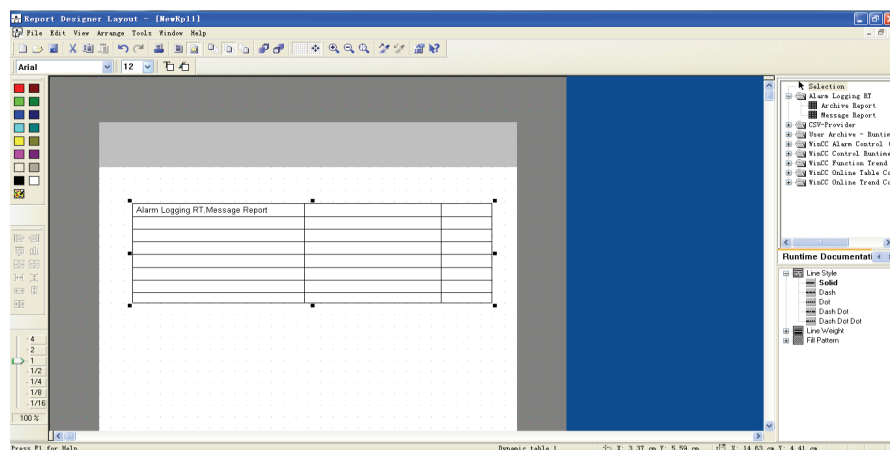

图 9-7 插入“Message Report”
- 4) 在打开的布局中选择一个报表对象，在页面布局的动态部分，把对象拖放到合适的位置，如图 9-7 所示。